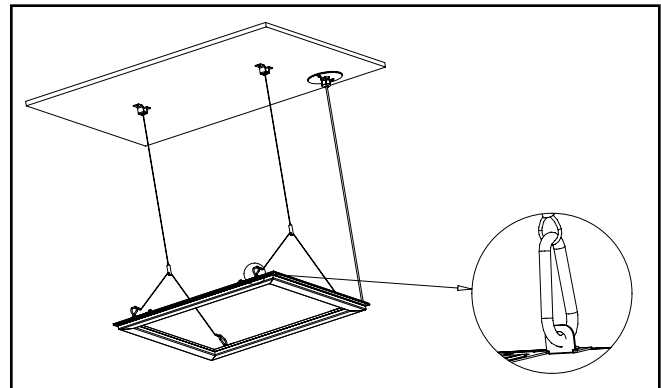

Figure 18.
8. Accrochez les crochets fournis dans le nécessaire de montage de la suspension aux pinces à grille relevées. Voir la figure 18.